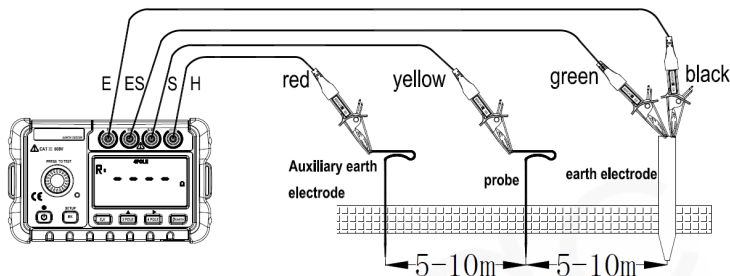

Figura 9
3. Conexão das Hastes de Aterramento Auxiliares e Fios de Teste (ver figura 9)